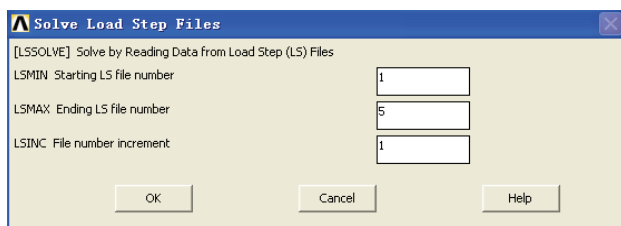

图 4-73 按载荷步文件求解设置对话框
15) 选择 Main Menu | Solution | Solve | From LS Files 命令, 出现 Solve Load Step Files 对话框, 在 LSMIN Starting LS file number 输入栏中输入 1, 在 LSMAX Ending LS file number 输入栏中输入 5, 在 LSINC File number increment 输入栏中输入 1, 如图 4-73 所示, 单击 OK 按钮关闭该对话框。